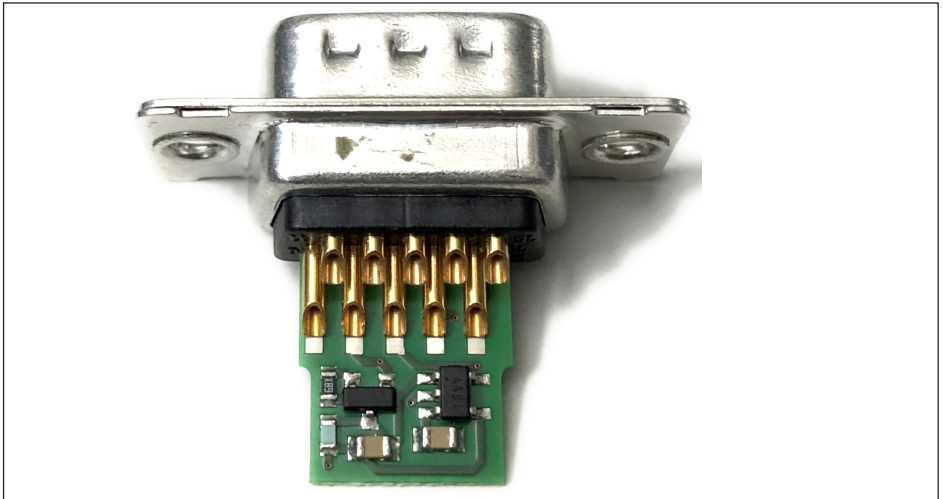

Abb. 2.5 Ansicht des TEDS-Moduls im Stecker von unten vor dem Löten
- ▶ Drehen Sie dann den Stecker um und löten Sie die Anschlüsse 6 bis 10 der anderen Seite an (Abb. 2.3 und Abb. 2.5).